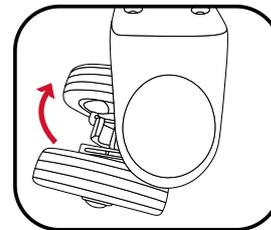

Figure 5
7. Tournez la roue arrière de 180° afin qu'elle soit sous le carter (figure. 5)